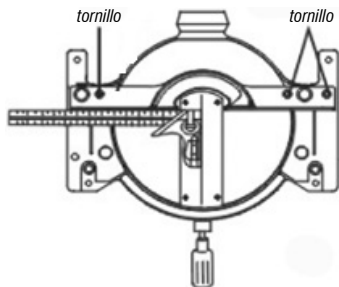

Fig. 11 – Regulación de la escuadra
- Con el auxilio de una escuadra de  $90^\circ$ , verifique si la lámina está en escuadra (fig. 11);
- Si la máquina no estuviera en el escuadra, suelte los tornillos de la escuadra (fig. 11) y desplace hasta obtener  $90^\circ$  entre la escuadra y la lámina.